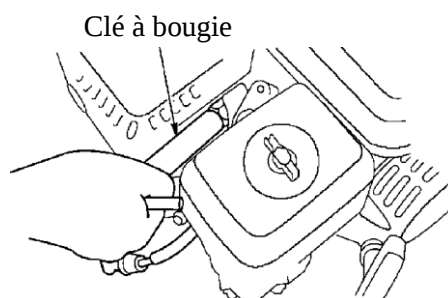

Fig. 14a
- Utilisez une clé à bougie pour retirer la bougie d'allumage. (Voir la Fig. 14a.)